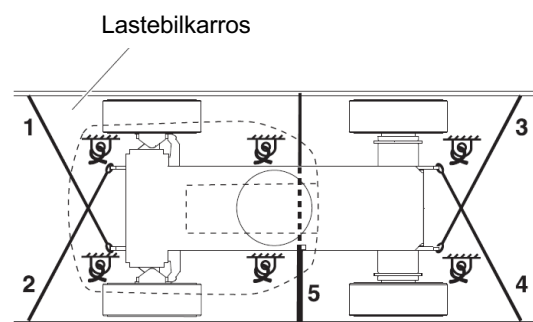

Figur 10-2: Bremsfrigjøring
- 2) Skru løs de fire bremsfrigjøringssskruene på bakakselen innover, som vist i figur 10-2.